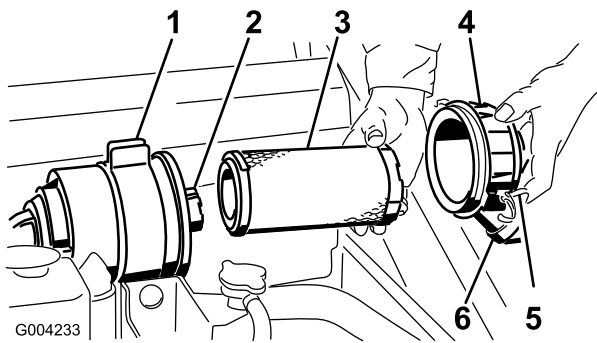

Figura 28
3. Abra los cierres del limpiador de aire y tire de la tapa del limpiador de aire para separarla de la carcasa del limpiador de aire (Figura 28).
6. Extraiga con cuidado el filtro primario del cuerpo del limpiador de aire (Figura 28). Evite golpear el filtro contra el lado de la carcasa.
9. Si va a cambiar el filtro de seguridad, deslice cuidadosamente el filtro nuevo en el cuerpo del filtro (Figura 28).
10. Deslice cuidadosamente el filtro primario por encima del filtro de seguridad (Figura 28). Asegúrese de que está bien asentado empujando sobre el borde exterior del filtro mientras lo instala.
11. Instale la tapa del limpiador de aire con el lado que lleva la palabra UP hacia arriba, y fije los cierres (Figura 28).